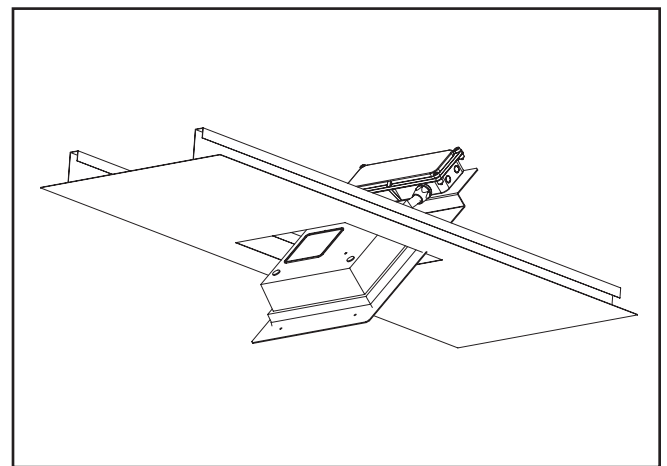

Figura 3.
12. Inserte la luminaria a través de la abertura de la fascia diagonalmente (Figura 3) y apóyela en el lado superior de la fascia. Asegúrese de que el conducto de empalme no quede atrapado debajo de la luminaria durante la instalación.